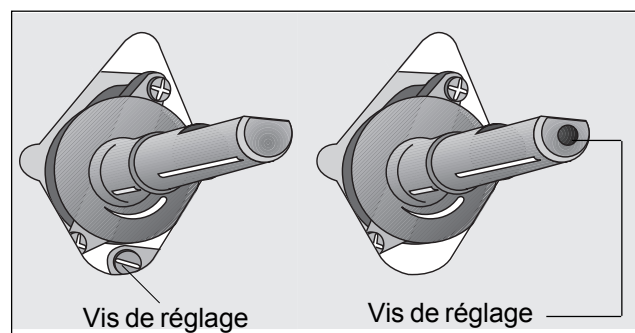

Fig. 6
4. La vis de réglage du débit réduit de chaque brûleur est située sur le corps du robinet (Fig. 6).